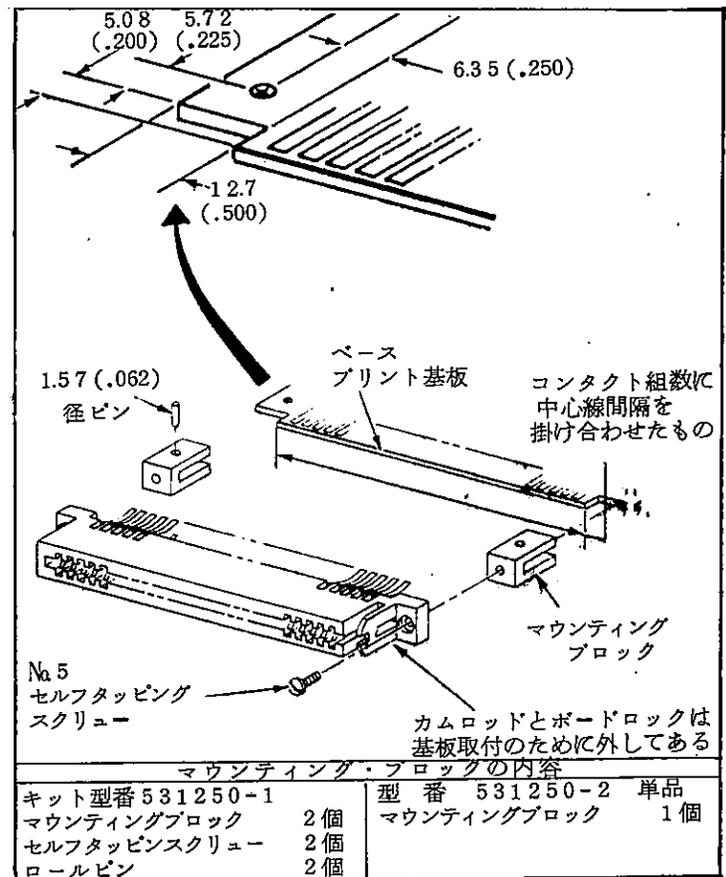

FIG. 5
C-C コネクタに対する付属品としては、コネクタの極性をきめるキーイング・プラグ, 未使用のコネクタに金属酸化物の細片が入らぬようにする防護カバー, 数個以上のコネクタを端末を突合わせて使用した際に, 同時に動作できるようにしたオプション仕様のカム・ロッド, カード・エッジ・コネクタを基板端部に取り付けるマウンティング・ブロックなどがあります。(Fig.5,6,
B. 基板縁部の取付け (カード・エッジ・コネクタ Fig.5)
3. コネクタに取付用耳がある時には、AMPマウンティング・ブラケット型番531250を使用して、基板に取付けて下さい。(Fig.5参照)
9. マウンティング・ブロックの取付け (Fig. 5)
AMPマウンティング・ブロック型番 531250 は、エッジ・マウント・コネクタをプリント基板に支えておくように設計されたものです。これを取付けるには、先ずFig. 5の寸法に合わせ、プリント基板の緑部の切欠きを作らねばなりません。